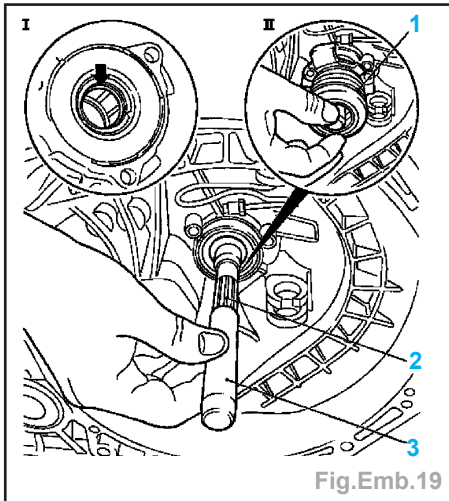

Fig.Emb.19
- Mettre en place le débrayage central (Fig.Emb.19) :
- monter un outil d'aide de montage (3) sur l'arbre d'entraînement (2) afin de ne pas endommager la bague d'étanchéité (flèche),